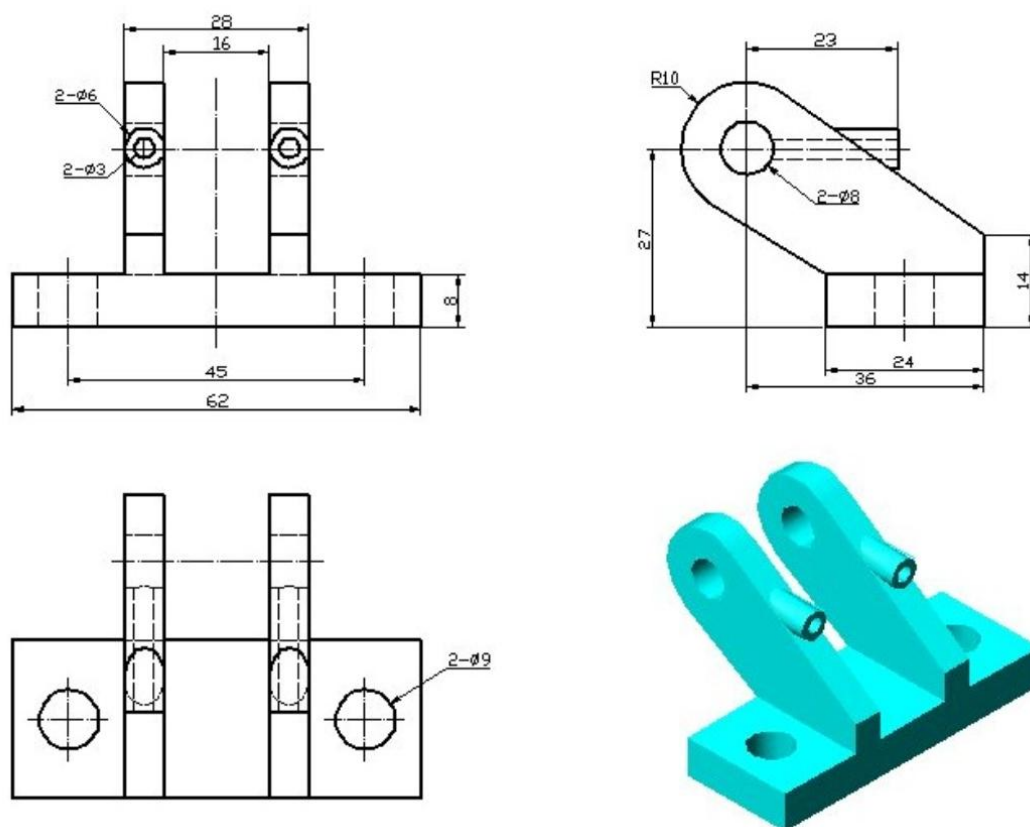

图 J1-1 三维零件 1
①在盘下建立考生文件夹，文件夹名称为“场次-工位号”，所有文件必须保存在考生文件夹中，否则记零分；
②文件名称为“J1-1”，保存在考生文件夹中；
③根据图 J1-1 所示尺寸完成三维建模；
④隐藏草图和创建的基准平面；
⑤考试过程中注意保存，考核结束时考试应立即停止操作，不得关闭电脑，离开考场。